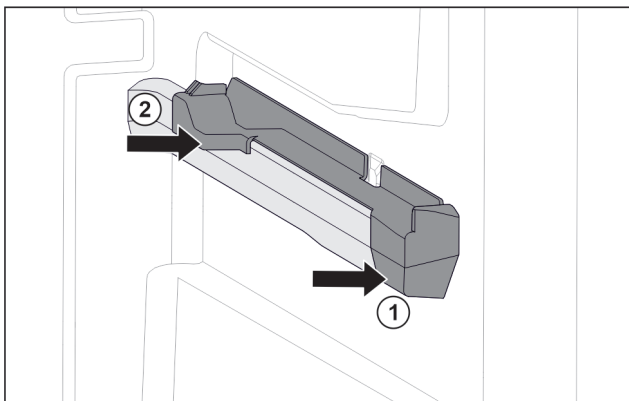

Fig. 59 Nasazovací díl na pravém žebrování na nádoby
- ▶ Nasadte nasazovací díl na žebrování na nádoby. Fig. 59 (1)
- ▶ Přitlačte nasazovací díl k zadní části. Fig. 59 (2)